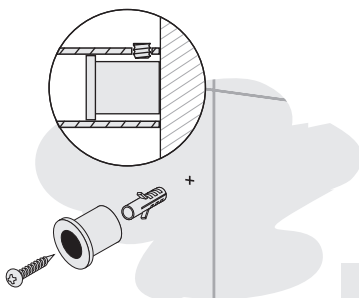

Рис. 3
4.1.4. В полученных метках сделать отверстия диаметром 6 мм и произвести монтаж шайб скрытого крепления к стене с помощью саморезов и дюбелей (рис. 3).
**ВНИМАНИЕ!** Шайбы скрытого крепления разные. Для верхнего крепления шайбы длиннее это необходимо для монтажа полотенцесушителя при скрытом подключении. Длинные шайбы скрытого крепления позволяют при установке отодвинуть полотенцесушитель от стены для удобства соединения его к скрытой проводке. Шайбы необходимо монтировать к стене плоскостью меньшего диаметра (рис. 3).
- 4.3.5. В полученных метках сделать отверстия диаметром **6 мм** и произвести монтаж шайб скрытого крепления к стене с помощью саморезов и дюбелей, шайбы необходимо монтировать к стене плоскостью меньшего диаметра (см. рис. 3).